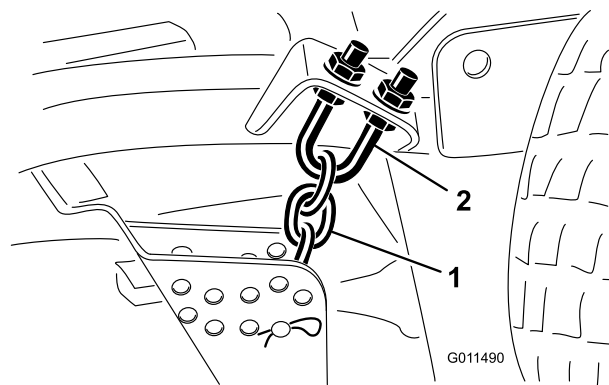

Figure 80
1. Desserrez les écrous de blocage en haut ou en bas de l'étrier fileté de la chaîne de hauteur de coupe (Figure 80).